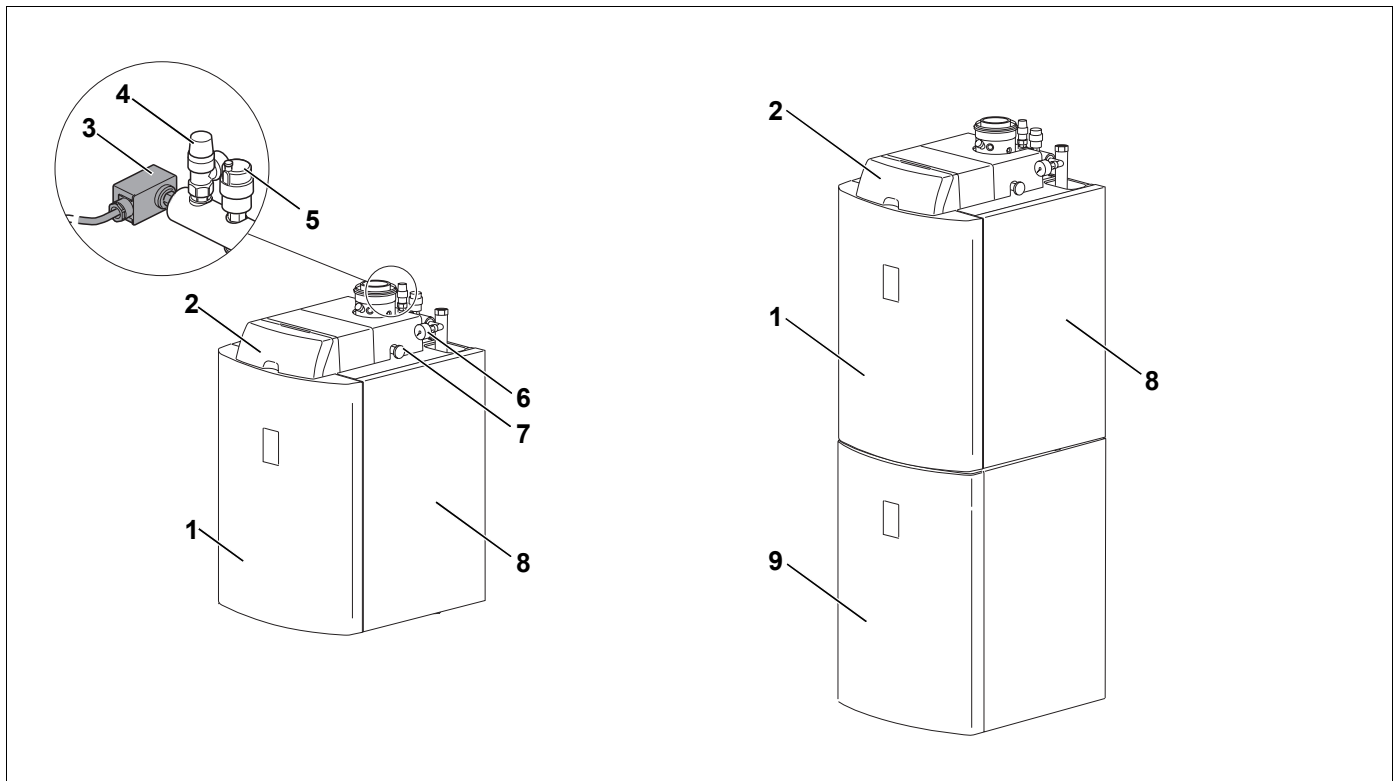

Bild 1 Logano G135(T); links Öl-Kompakt-Heizkessel, rechts Wärmezentrale
Die Öl-Kompakt-Heizkessel Logano plus GB135 -18 und Logano G135 -25 (Bild 1, links) werden werkseitig mit Brenner, Regelgerät und verschiedenen Zusatzkomponenten montiert. Alle Komponenten sind hydraulisch und elektrisch fertig angeschlossen.
Die Öl-Kompakt-Heizkessel Logano plus GB135T - 18 und Logano G135T - 25 (Bild 1, rechts) bestehen aus dem jeweiligem Öl-Kompakt-Heizkessel, mit einem Warmwasserspeicher Logalux S135. Die Einheit (Wärmezentrale) ist ebenfalls komplett montiert, inklusive Kessel-Speicher-Verbindungsleitung.
- Kesselmantel (Bild 1, **Pos. 8**, Seite 6) und Kesselvorderwand (Bild 1, **Pos. 1**, Seite 6). Der Kesselmantel und die Kesselvorderwand verringern den Energieverlust.
- Integrierter Warmwasserspeicher Logalux S135 (Bild 1, **Pos. 9**, Seite 6) bei Logano G135T mit Wärmeschutz aus FCKW-freiem Polyurethan-Hartschaum. Der Warmwasserspeicher ist mit einem Wärmetauscher ausgestattet. Der Wärmetauscher überträgt die Wärme aus dem Heizungswasser an das Trinkwasser. Der Speicherinhalt wird gleichmäßig erwärmt.
Ölabsperrhahn (Bild 1, **Pos. 7**, Seite 6),
Sicherheitsventil (Bild 1, **Pos. 4**, Seite 6),
Druckschalter (Bild 1, **Pos. 3**, Seite 6),
automatischer Entlüfter (Bild 1, **Pos. 5**, Seite 6),
Manometer (Bild 1, **Pos. 6**, Seite 6).